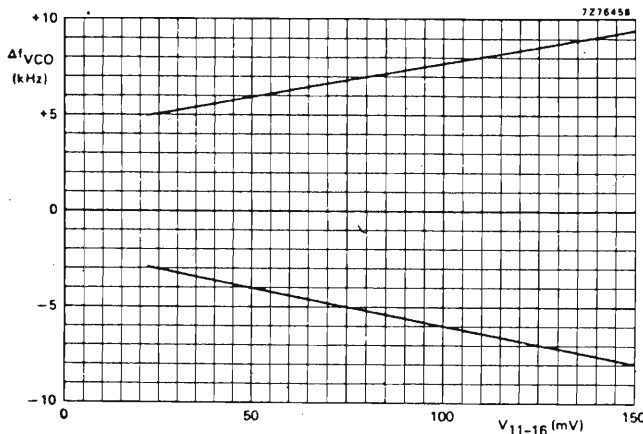

Fig. 11 - Valori tipici del campo di aggancio dell'oscillatore in funzione della tensione soglia del pilota all'ingresso del segnale MUX terminale 11
7. Vedi anche figure 11 e 12. Compensato con una rete RC applicata al terminale. Condensatore : — TC = 750 ppm. Resistore a carbone: — TC ≈ 250 ppm oppure resistore a film di metallo: + TC = 100 ppm.